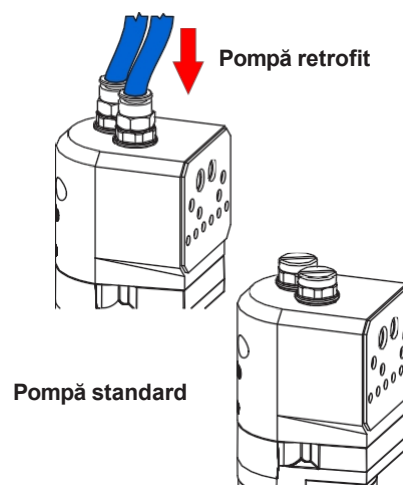

Figura 18 Reinstalați tubulatura de aer de purjare
4. A se vedea figura 18. Instalați ansamblurile tuburilor de fluidizare în corpul pompei. Strângeți dopurile de acces, apoi reconectați tubulatura de aer de purjare.